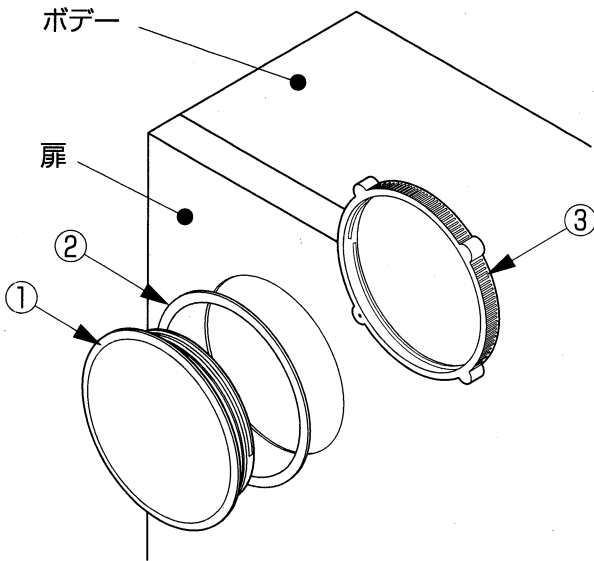

図1
- 注) 1. 防塵・防水性能に影響しますので、パッキンは必ずキャビネット外側(図1参照)でお使いください。